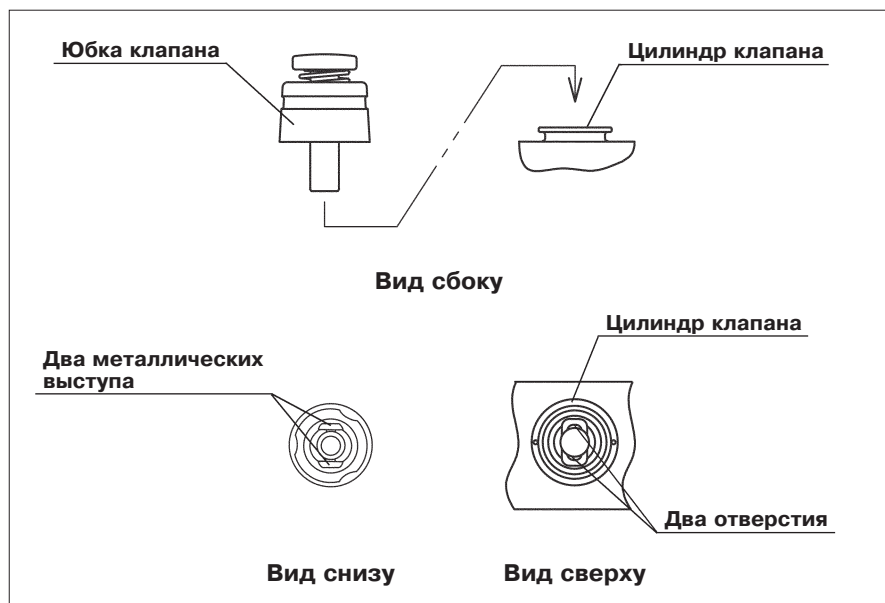

Рис. 3.10
- Вставьте аспирационный клапан в отверстие цилиндра аспирационного клапана на эндоскопе (см. рис. 3.10). Убедитесь, что клапан полностью соответствует размерам цилиндра, без зазоров и вздутия юбки клапана. Также убедитесь в том, что клапан не может вращаться.